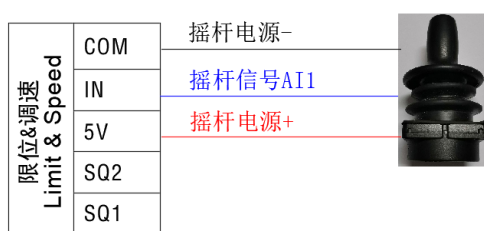

图 4.12 摇杆的接线
- 摇杆：信号地接 COM，摇杆电源正极接 5V，摇杆电源负极接 COM, 摇杆信号输入接 IN，通过调整输入遥感信号电压值对电机的速度或驱动 PWM 大小和方向进行控制，摇杆的中位电压（自由状态的输出电压）必须为 2.5V，如图 4.12 所示。